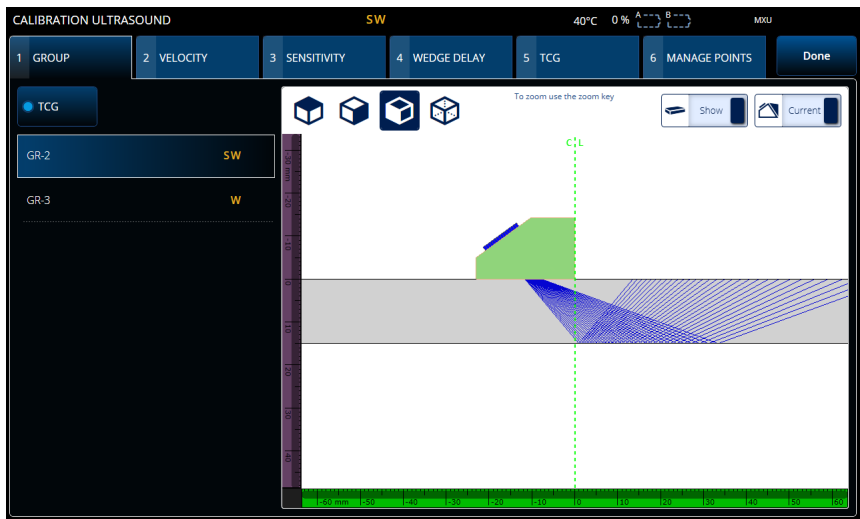

Figura 4-1 Calibration > Group (calibração > grupo)
1. Selecione  >  **Plan & Calibrate** > **Calibration Tools** (planejamento e calibração > ferramentas de calibração) para acessar o assistente do **PA/UT/TFM Calibration** (calibração de ultrassom convencional/método de foco total) (Figura 4-1 na página 176). Consulte “Calibração de TOFD” na página 195 para saber como realizar uma calibração de TOFD. Como o assistente do plano de rastreamento, o fluxo de trabalho do assistente de calibração é separado em várias abas ou seções (para diferentes tipos de calibração).
2. Na aba **Group** (grupo) (Figura 4-1 na página 176), selecione o grupo que você deseja calibrar. Para um grupo UT, escolha também o método de dimensionamento para calibrar: **TCG**, **DAC** ou **DGS**.